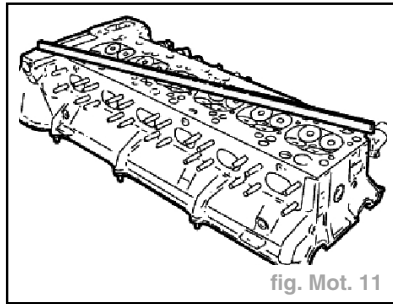

fig. Mot. 11
- Contrôler avec une règle de précision. (fig. Mot. 11)